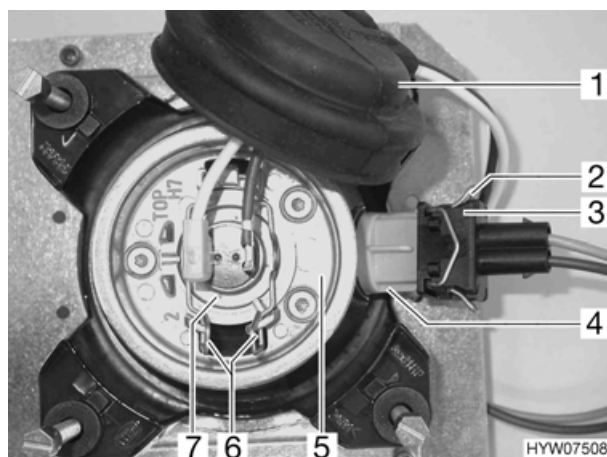

Bild 97 Fernlicht/Standlicht
- Gummikappe (Bild 97,1) vom Lampengehäuse (Bild 97,5) ziehen.
- Die Metallbügel (Bild 97,6) zusammendrücken und aus der Halterung schwenken.
- Glühlampe (Bild 97,7) mit Kabel dem Lampengehäuse entnehmen.
- Metallklammer (Bild 97,2) an Kabelstecker (Bild 97,3) zusammendrücken und Kabelstecker abziehen.
- Lampengehäuse (Bild 97,4) ein Stück entgegen dem Uhrzeigersinn drehen.